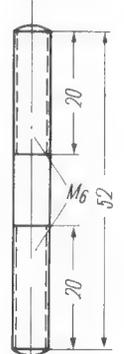

Bild 13. Lagerbolzen (1 Stück, Ms. 6 mm ϕ)
Den Halter des Kopfes fertigen wir nach Bild 10 an. Das Gehäuse des Verstärkers besteht aus Deckel, Rohr und Boden. Wir verwenden Rohr von 70 mm Außendurchmesser und 1 mm Wandstärke. Die Länge richtet sich nach der zur Anwendung kommenden Röhre. Bei dem Muster ist das Rohr 80 mm lang, so daß sich auch eine Stahlröhre darin unterbringen läßt. Der Deckel besteht aus zwei Teilen nach Bild 11 und 12. Der Bolzen nach Bild 13 wird im Mikrofonhalter durch eine Schraube gegen Verdrehen gesichert. Die Feststellung des Kopfes erfolgt durch Rändelmutter nach Bild 14 und zwei federnde Scheiben (keine Zahnscheiben).
- 2 Rändelmutter Bild 13